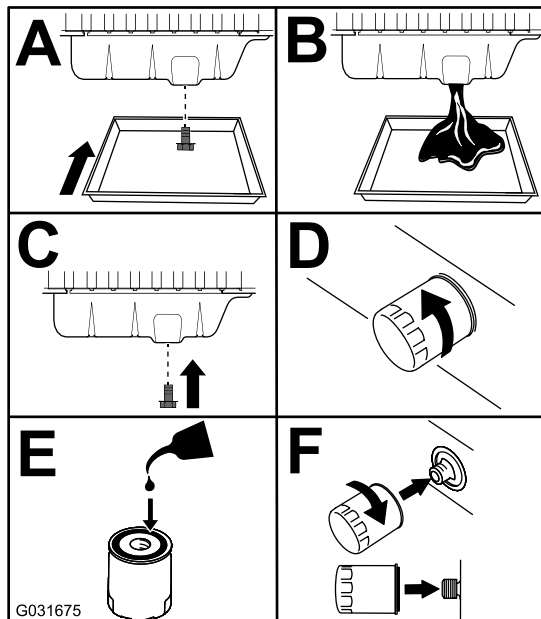

Figura 79
3. Sostituite l'olio motore e il filtro (**Figura 79**).